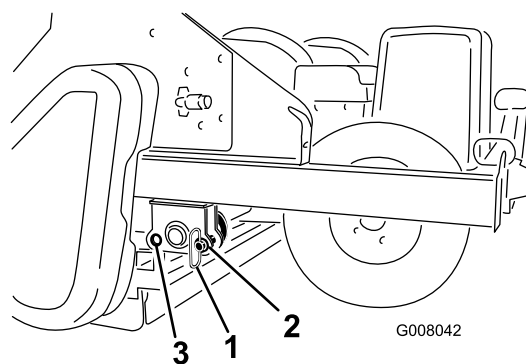

Рисунок 23
1. Извлеките стояночные штифты из задних отверстий (Рисунок 23).
3. Вставьте стояночные штифты в передние отверстия (Рисунок 23).